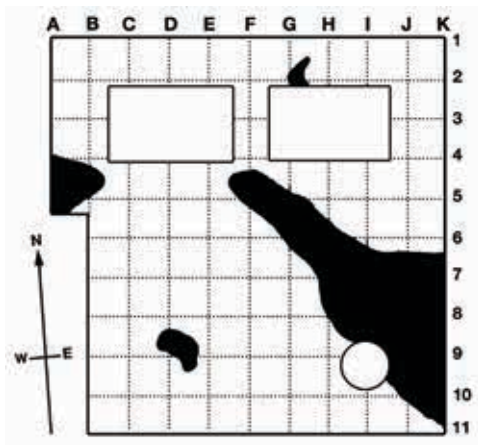

Bild 4. Rastermarkierungen
- Ein angemessenes Raster wählen z.B. 1,5m und ein Koordinatensystem erstellen. Nord-/Südbereich mit 1, 2, 3 usw. markieren und den Ost-/Westbereich mit A, B, C usw. Diese Rastermarkierungen auf die Dachskizze übertragen. (Bild 4)
- Nun den Dec-Scanner entlang der imaginären A-Linie bewegen und falls Feuchtigkeit auftritt, diesen Bereich auf der Grafik und der Dachoberfläche markieren. In diesem Mustertest wurde die erste Feuchtigkeit bei A4 entdeckt (Bild 4).